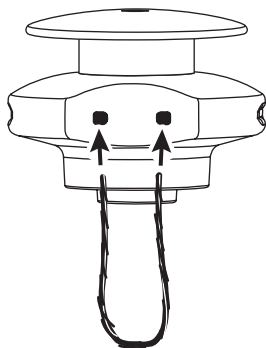

Fig. 20
1. Insérez chaque extrémité du fil de remplacement dans les trous des deux côtés du crochet de retenue (Fig. 20).